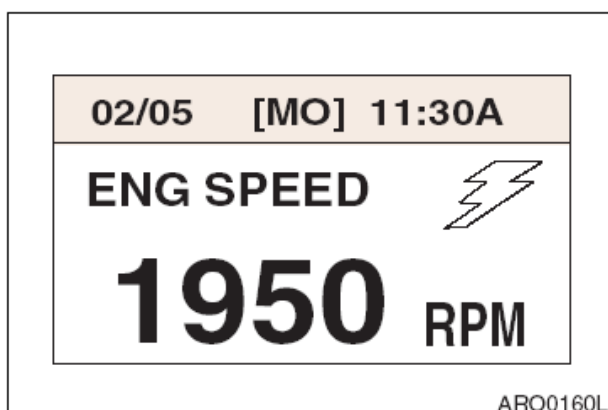

Рис. 39
**ПРИМЕЧАНИЕ:** См. рис. 39 - 42.